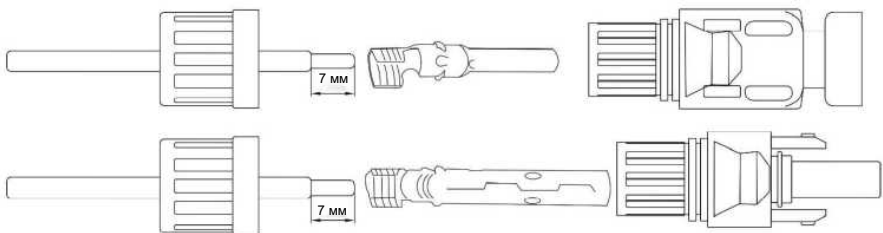

Рисунок 2.12. Накидна гайка з'єднувача
1. Видаліть приблизно 7 мм ізоляції на кінці жили кабелю постійного струму і відкритіть накидну гайку з'єднувача, див. рисунок 2.12.